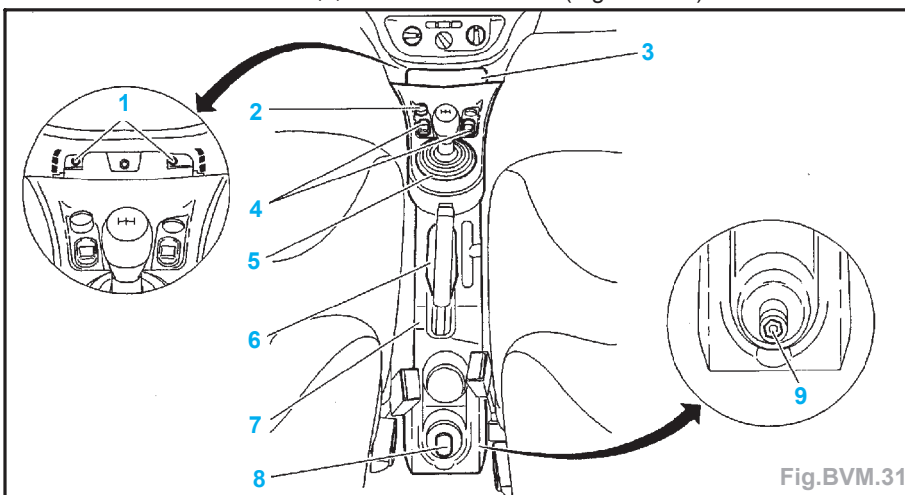
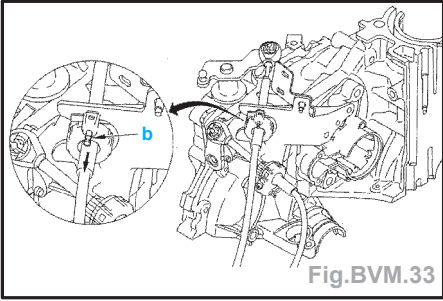
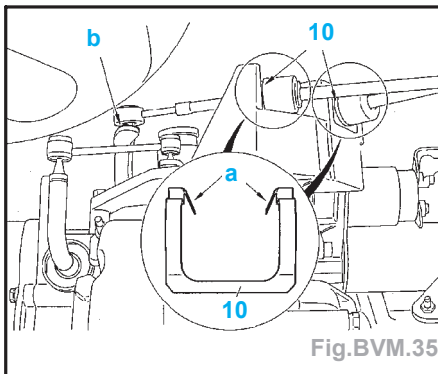

Fig.BVM.31
Fig.BVM.33
Fig.BVM.35
- Déposer (Fig.BVM.31) :
- le cache avant (3),
- le cache arrière (6),
- le cache arrière (8),
- les vis (1),
- l'allume-cigares (2),
- les boutons de lève-vitres (4),
- Pour déverrouiller un arrêt de gaine (Fig.BVM.33) :
- le soufflet de levier de vitesses (5),
- l'écrou (9).
- Déposer la console centrale (7).
- Pour déverrouiller les rotules, faire levier en «b» à l'aide d'un tournevis plat (Fig.BVM.35).